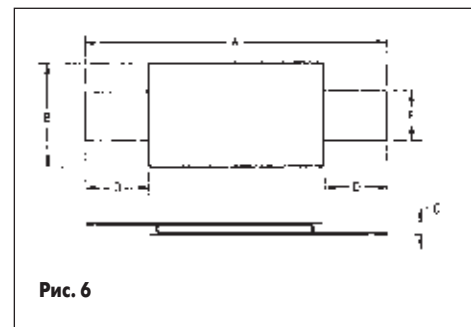

Рис. 6
- В плоских прямоугольных корпусах с ленточными выводами: серии MF-S, MF-LS (рис. 6). Применяются для защиты аккумуляторных батарей от короткого замыкания и перегрева в процессе зарядки.